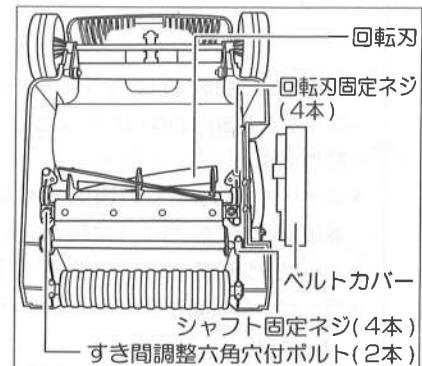

図13
(図13参照)
■ 回転刃の取りはずし(図13・14参照)
■ 固定刃の交換(図13参照)